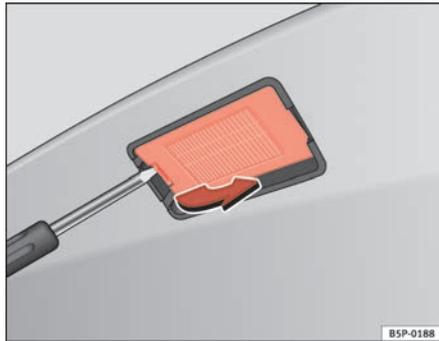

Abb. 199 Kennzeichen-
- Das Lampenglas mit einem Schraubenzieher vorsichtig an der Vertiefung heraushebeln, wie dies der Pfeil darstellt ⇒ Abb. 199.